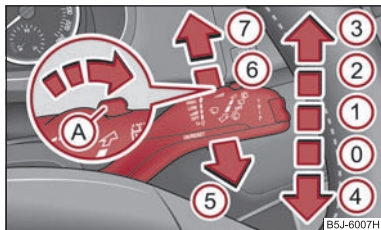

Fig. 43 Maneta de acționare a ștergătoarelor de parbriz
Maneta de acționare a ștergătoarelor ⇒ fig. 43 are următoarele poziții:
- Apăsați maneta înspre bord, în poziția ⑥ ⇒ fig. 43, ștergătorul va acționa la fiecare 6 secunde.
Pentru spălarea farurilor, după fiecare a cincea spălare a parbrizului se vor spăla și farurile; pentru aceasta farurile trebuie să fie aprinse și maneta de acționare a ștergătoarelor de parbriz trebuie să fie menținută cca. 1 secundă în poziția (5) ⇒ pagina 53, fig. 43.